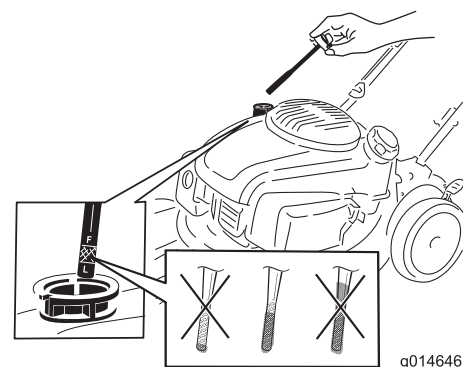

Figure 11
1. Retirez la jauge, essuyez-la sur un chiffon propre puis remettez-la dans le goulot de remplissage, **sans la visser** (Figure 11).
2. Ressortez la jauge et vérifiez le niveau d'huile (Figure 11). Si le niveau n'atteint pas le repère minimum (Add) sur la jauge, versez **lentement** une quantité d'huile suffisante dans le goulot de remplissage pour faire monter le niveau jusqu'au repère maximum (Full). **Ne remplissez pas excessivement.** (Remplissage max. : 0,53 L (18 oz), type : huile détergente 10W-30 ou SAE 30 de classe de service API SJ ou supérieure.)